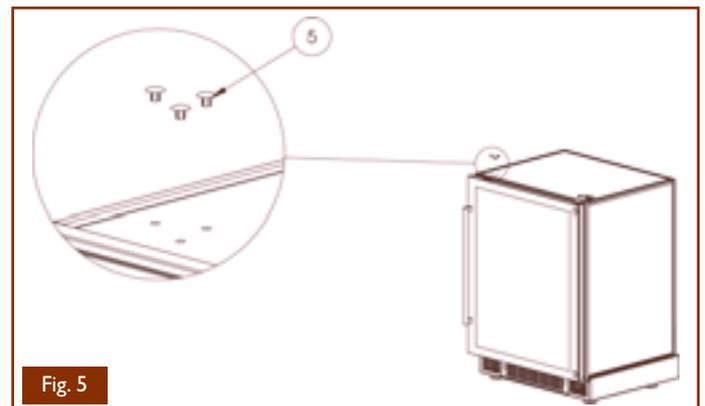

Fig. 5
- Remove the grommets (5) (Fig. 5).